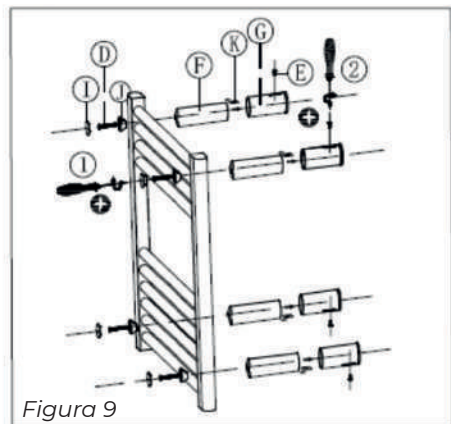

Figura 9
**8.** Deslice las tuercas cuadradas en las ranuras designadas de los soportes interiores de la pared (Figura 9, pos. K).
**9.** Fije los cuatro soportes interiores de la pared (Figura 9, pos. F) a los soportes exteriores de la pared con tornillos pequeños (Figura 9, pos. 2) utilizando un destornillador Phillips
**11.** Atornille y apriete el dispositivo con cuatro tornillos grandes (Figura 9, pos. D) al soporte de la pared (Figura 9, pos. J) utilizando un destornillador Phillips (Figura 9, pos. 1).
**12.** Coloque las cuatro tapas de sellado (Figura 9, pos. I).